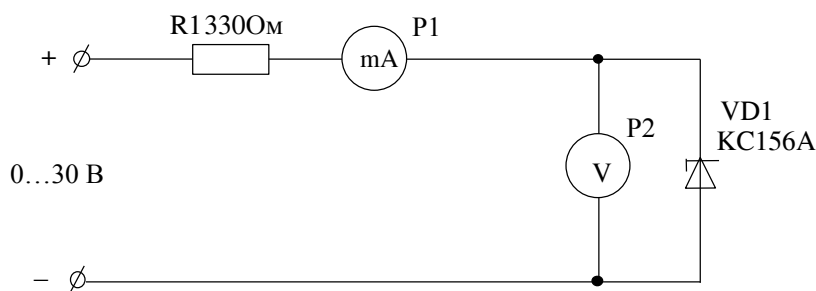

Рис. 2. Электрическая схема для снятия ВАХ стабилитрона (обратная ветвь)
2. Собрать схему, показанную на рис.2 и снять обратную ветвь ВАХ стабилитрона:  $I_{обр.} = f(U_{обр.})$ .